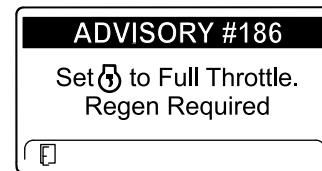

Figura 46
**Nota:** Se la temperatura di scarico del motore è troppo bassa, l'InfoCenter visualizza ADVISORY #186 (Figura 46) per invitarvi a far girare il motore a pieno gas (minima superiore).